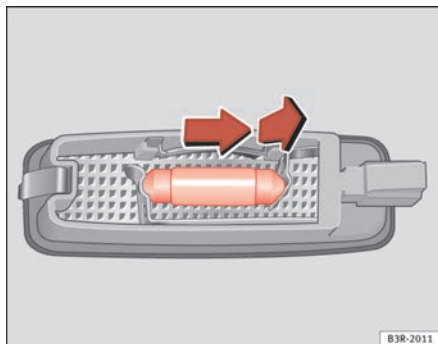

Fig. 224 Desmontaje luz del parasol
- Retire la lámpara, moviéndola en el sentido de la flecha y hacia afuera ⇒ fig. 224. ■